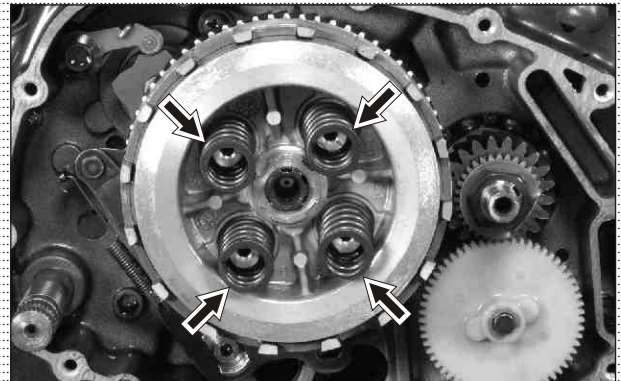

Fig. 3.9
- Take out spring clutch (4 nos). (Fig. 3.9)